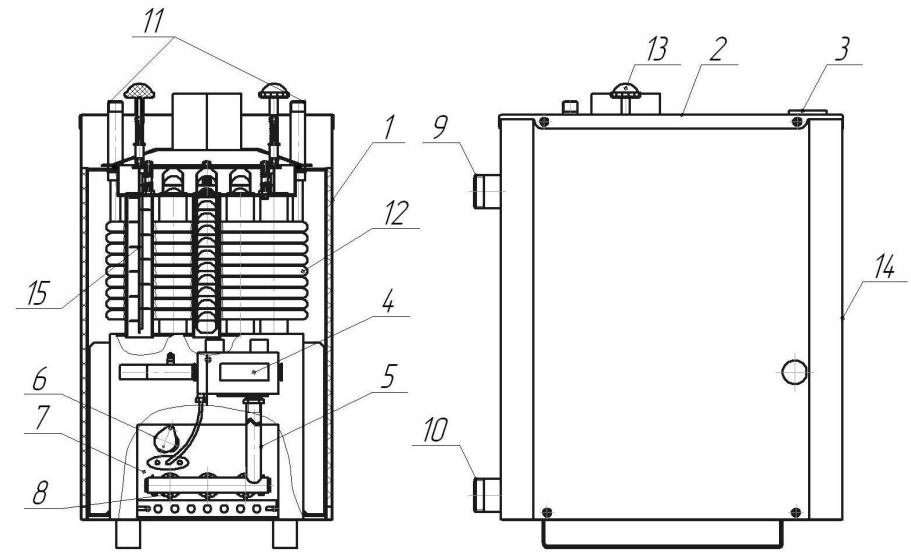

Рис.1 Устройство котла КС-ГВ-__ (дверка поз.14 условно снята)
Котел отопительный стальной (рис. 1) представляет собой сварную конструкцию цилиндрической формы, состоящую из топки, теплоизоляции и декоративного кожуха.
8.2 Для очистки дымовых каналов от сажистых отложений в конструкции котла предусмотрены движущие турбулизаторы рис.1. поз. 15 которые приходят в действия при одновременном нажатии на обе ручки поз. 13. Данную очистку следует проводить в случае ухудшения тяги, а также периодически в целях профилактики.